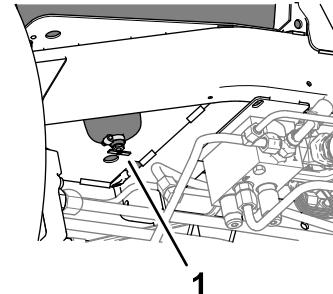

Figure 81
2. Placez un bac de vidange sous le robinet de vidange, au bas du réservoir de carburant (Figure 81).